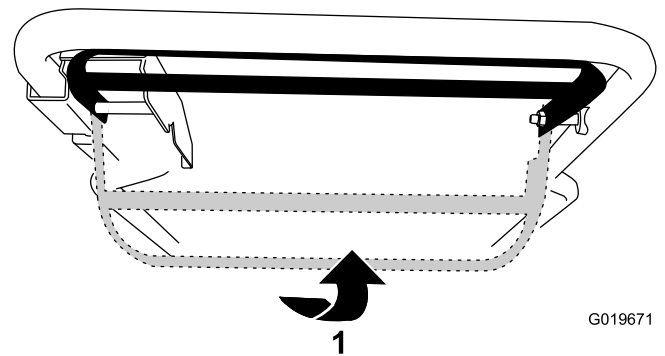

Figura 16
- **Para activar la autopropulsión sin activar la cuchilla:** Levante la barra de control de las cuchillas hasta el manillar (Figura 16).